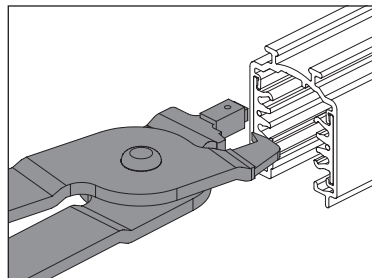

Fig. 4 Intestazione conduttori del binario
Le barre di binario di lunghezza 1-2-3-4 m vengono fornite con i conduttori di rame già incassati come prescritto dalla norma di sicurezza. Nel caso in cui si abbia la necessità di accorciare la lunghezza del binario in fase di installazione, dopo il taglio utilizzare la pinza speciale (S-9000/T(A) per 9000A...-ST, 9000-...R, 9000-...H - S-9000/T-TR per 9000-...TR) avendo cura di intestare i 4 conduttori (L1-L2-L3-N) di almeno 5 mm per garantire le corrette distanze elettriche in aria e superficiali (fig. 4 e 5).